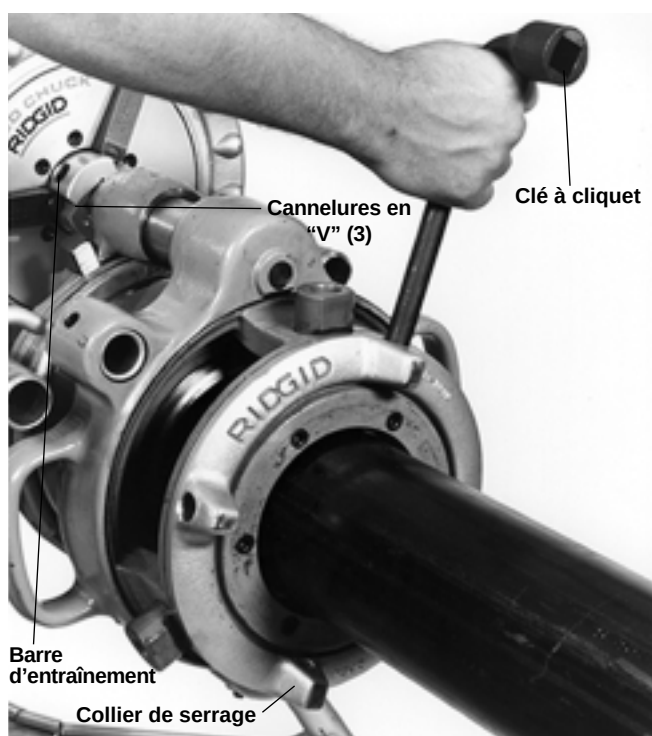

Figure 18 – Serrage du collier de serrage sur la fileuse démultipliée N° 141 (idem pour la fileuse N° 161)
7. Introduisez le tuyau dans la fileuse en centrant son extrémité dans la gorge des filières. Serrez le collier de serrage à l'aide d'une clé à cliquet (Figure 18).